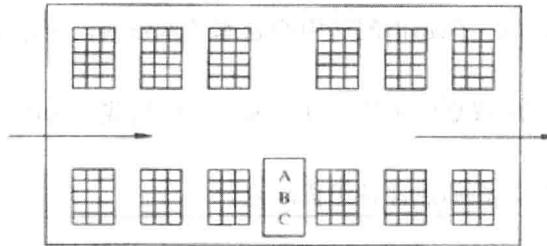

图1-3 横列式布局
1) 横列式布局(见图1-3)是指货垛或货架的长度方向与仓库的侧墙互相垂直。其主要优点有主通道长且宽，副通道短，整齐美观，便于存取盘点，如果用于库房布局，还有利于通风和采光。